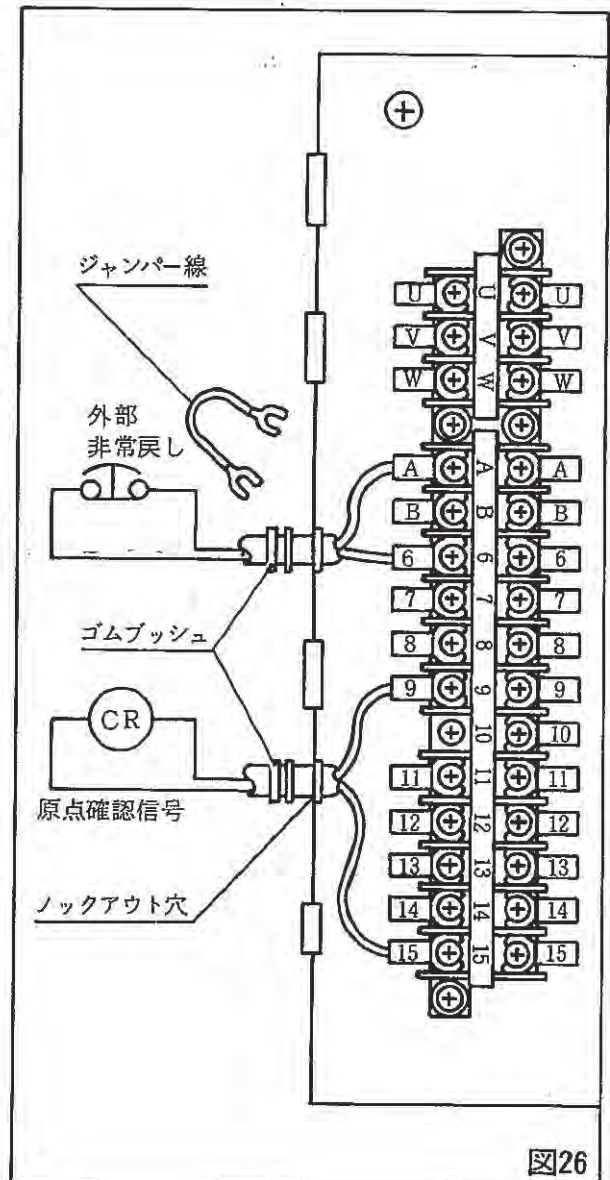

図26
1) コントロールボックスのロックアウト穴を1箇所孔を打ち抜いてゴムブッシュを押し込みコントロールボックス回路図(24ページ)及び図26を参照してあらかじめ接続されているジャンパー線を外してその部分に外部非常戻し信号を接続して下さい。
コントロールボックスのロックアウト穴を1箇所孔を打ち抜いてゴムブッシュを押し込み図26及びコントロールボックス回路図(24ページ)を参照して下さい。